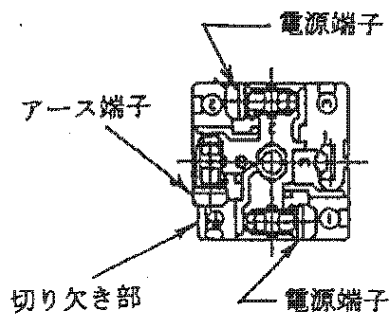

図9 端子の位置と名称
- (c) 端子台③よりワッシャー付ねじ⑨を外し、図9(19ページ)の様に配線した後、再びねじ⑨を締め込みます。
(3) 組立
- (a) ケース④に、結線した端子台③を戻しパチンと音がするまで押してください。この時の端子台③の組み込み方により、コネクタの向きは任意に変えることができます。
- (b) パッキン⑦、座金⑥の順にケース④のケーブル導入口に入れ、更にケーブルグランド⑤をしっかり締め付けてください。
- (c) コイル本体の端子台にガスケット②を挟んでコネクタを取り付けてください。
- (d) ねじ①をコネクタの上から差し込み、締め付けてください。